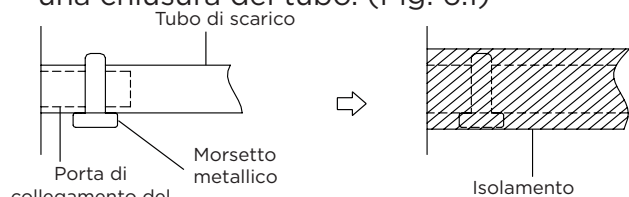

Fig. 6.1
2. Fissare la bocca del tubo di scarico al tubo di uscita dell'unità. Rivestire la bocca del tubo e agganciarlo saldamente con una chiusura del tubo. (Fig. 6.1)